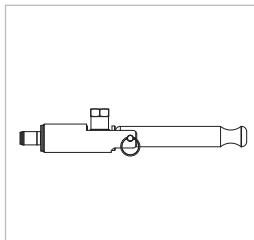

Figure 2
- ▶ Amenez le levier de serrage (pos. 2) en position de sortie droite (*Figure 2*).